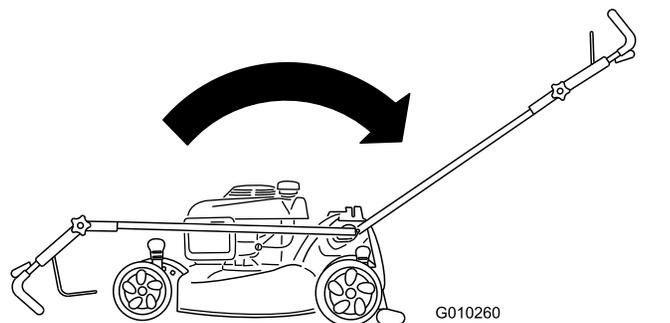

Bild 3
1. Schieben Sie den Holm nach hinten und halten Sie den oberen Holm fest (**Bild 3**).